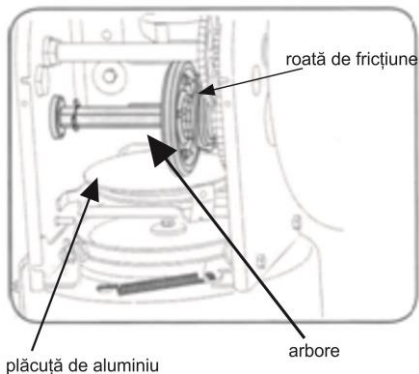

Fig. 7
2. Aplicați un strat subțire de lubrifiant universal pe arbore. (vezi Fig. 7)